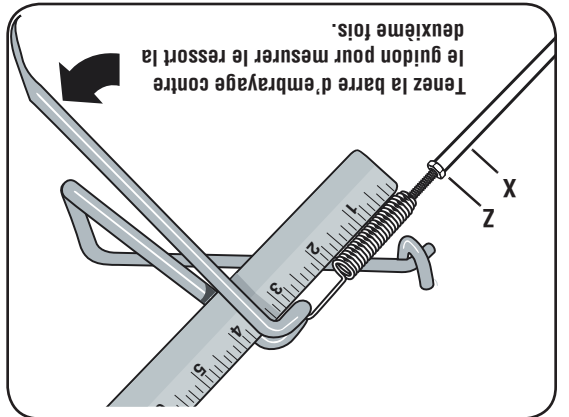

Figure 5-4: Pour vérifier la tension de la courroie de la
2. La barre d'embrayage de la marche avant étant relâchée, mesurez et notez la longueur totale du ressort du câble (A, Figure 5-4) entre les deux boudins extérieurs.
3. Pressez la barre d'embrayage de la marche avant contre le guidon (voir la Fig. 5-4) et mesurez à nouveau la longueur du ressort. La tension est correcte si la deuxième mesure est entre 1/16 et 3/16 po plus longue que la première mesure.
- b. Dévissez l'écrou à six pans (C, Figure 5-4) à mi-hauteur sur la vis de réglage (D).
- e. Répétez les paragraphes 2 et 3 pour mesurer à nouveau la longueur du ressort. Si la deuxième mesure est entre 1/16 et 3/16 po plus longue que la première, resserrerz l'écrou à six pans (C) contre le haut du dispositif de réglage (B).